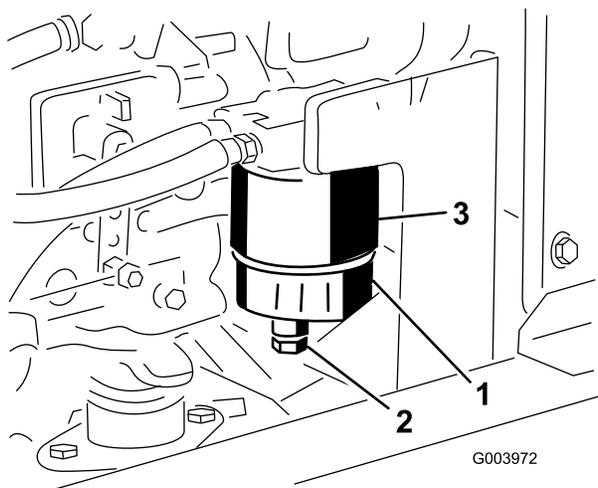

Figure 63
Vidangez chaque jour l'eau ou autres impuretés qui se trouvent dans le séparateur d'eau (Figure 63).
2. Dévissez le bouchon de vidange en bas de la cartouche du filtre pour permettre au liquide de s'écouler (Figure 63).
Changez la cartouche du filtre (Figure 63) toutes les 400 heures de fonctionnement.
1. Nettoyez la surface autour des supports de la cartouche du filtre (Figure 63).